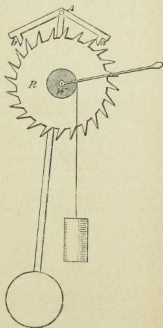

Fig. 17.
18. Die Wanduhr. Da die Schwingungen ein und desselben Pendels gleichmäßig schnell erfolgen, benutzt man sie zum Messen der Zeit. Hierauf beruht die Verwendung des Pendels an der Wand- oder Pendeluhr (Fig. 17). Sie besteht im wesentlichen aus dem gezahnten „Steigrade“, an dessen Welle das Gewicht hängt. Ziehen wir die Uhr auf, so wickelt sich die Schnur, an der das Gewicht befestigt ist, um die Welle. Hierdurch wird unsere Muskelkraft gleichsam auf die Uhr übertragen: das gehobene Gewicht kann jetzt fallen und dadurch das Steigrad drehen. Solange die Uhr steht, wird ihre Bewegung dadurch gehemmt, daß der bügelförmige Anker das Steigrad festhält. Nun ist aber der Anker mit einem Pendel verbunden. Stoßen wir dieses an, so löst sich ein Zahn des Bügels aus dem Steigrade, das sich jetzt so lange drehen kann, bis es an den andern Zahn des Ankers trifft. Da-